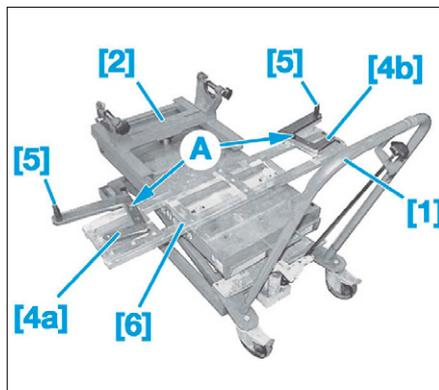

FIG. 76
- Mettre en place l'outil [2] sur la table élévatrice [1] (Fig.76).
- De chaque côté de la traverse [6] mettre en place, les outils [4a], [4b] aux emplacements (A) puis les plots de positionnement [5].